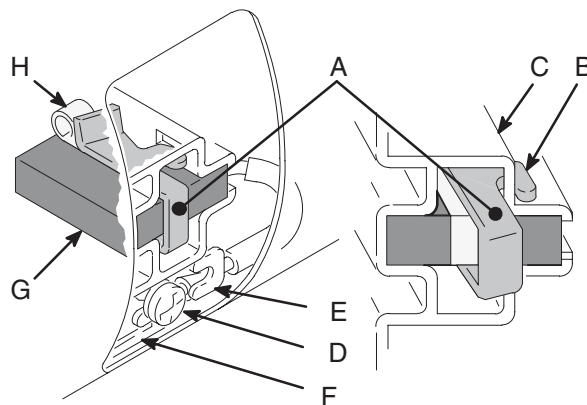

Fig. 3
5. Fig. 3. Empuje la abrazadera de resorte 110816 (A) para liberar los ganchos (B) del portaescobillas (C). Saque la abrazadera de resorte.
6. Fig. 3. Afloje el tornillo del terminal (D). Extraiga el cable de la escobilla (E), dejando el cable del motor (F) en su posición. Extraiga la escobilla (G) y el muelle (H).
9. Fig. 3. Deslice el cable de la escobilla (E) debajo de la arandela del tornillo de terminal (D) y apriete el tornillo. Asegúrese de que el hilo conductor del motor (F) todavía esté conectado al tornillo.